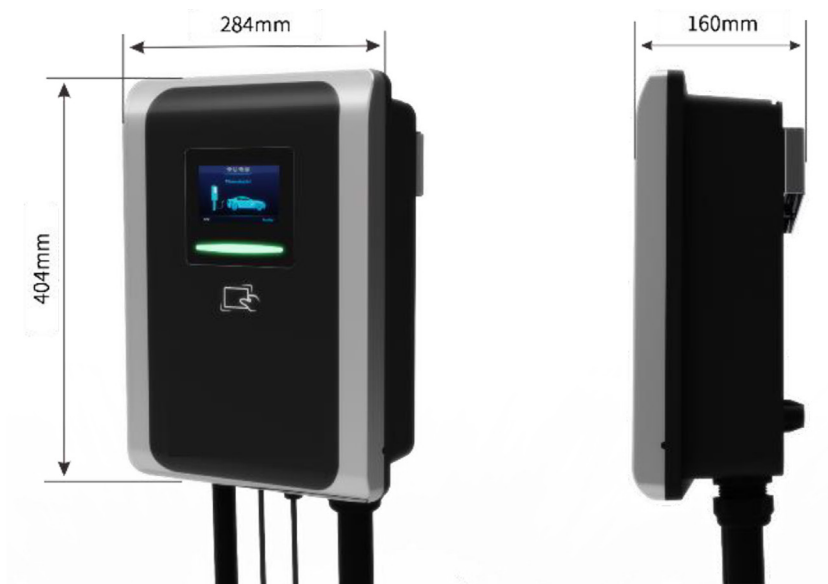

Fig. 4-1 La forme et les dimensions de IM3C
- ▶ La forme et les dimensions de IM3C sont représentées à la Fig. 4-1.